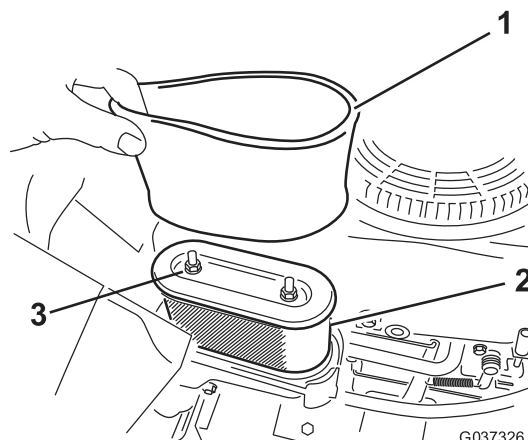

Figura 19
4. Rimuovete i 2 dadi che fissano il gruppo del filtro all'alloggiamento (Figura 19).
1. Installate il filtro di schiuma sul filtro di carta (Figura 19).
3. Fissate il gruppo del filtro all'alloggiamento utilizzando i 2 dadi (Figura 19).